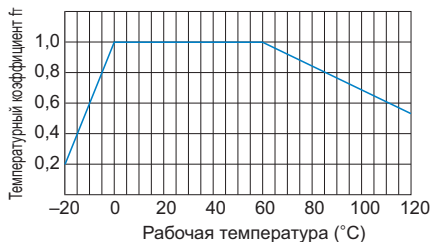

Рис.2 Температурный коэффициент
Рост температуры переходной гайки сверх пределов нормального диапазона уменьшает устойчивость гайки к образованию задиrow и прочность материала. Следовательно, необходимо умножить допустимый динамический крутящий момент (Т) и допустимую динамическую тяговую нагрузку (F) на соответствующий температурный коэффициент, указанный на Рис.2.
f_T : температурный коэффициент (см. Рис.2)